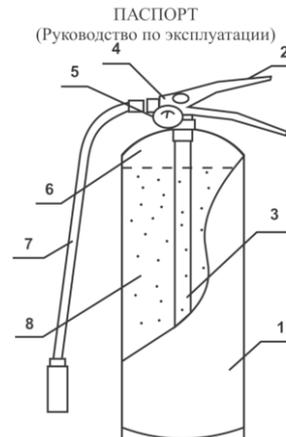

Рис. 1
4.1. Огнетушитель (рис. 1) состоит из корпуса 1, наполненного огнетушащим порошком 8. На горловине закреплено запорно-пусковое устройство 2 с индикатором давления 5. ЗПУ оснащено ручкой для переноски огнетушителя и ручкой для управления подачей порошка. Огнетушитель оснащен сифонной трубкой, гибким рукавом 7 (кроме ОП-2 и ОП-3) и распылителем для получения факела распыла порошка. Огнетушитель оснащен чекой для предотвращения самосрабатывания.